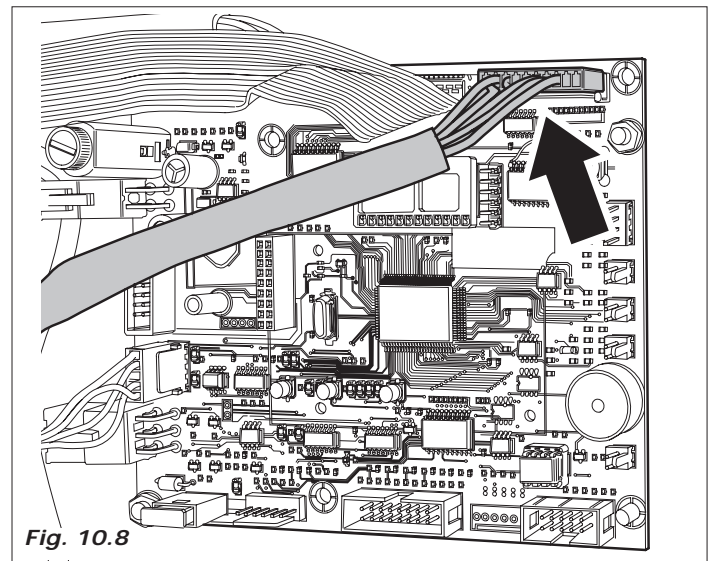

Fig. 10.8
- Conectar el correspondiente cable flat a la tarjeta Master de la **BVM676 slave** (Fig. 10.8).